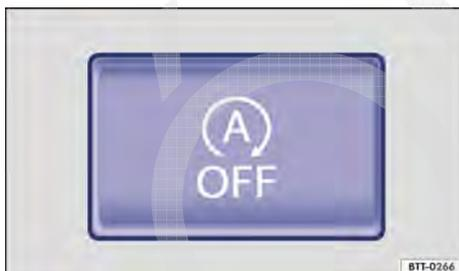

Fig. 115 Na parte inferior do console central: botão do sistema Start-Stop.
- Pressionar o botão  no console central → Fig. 115.